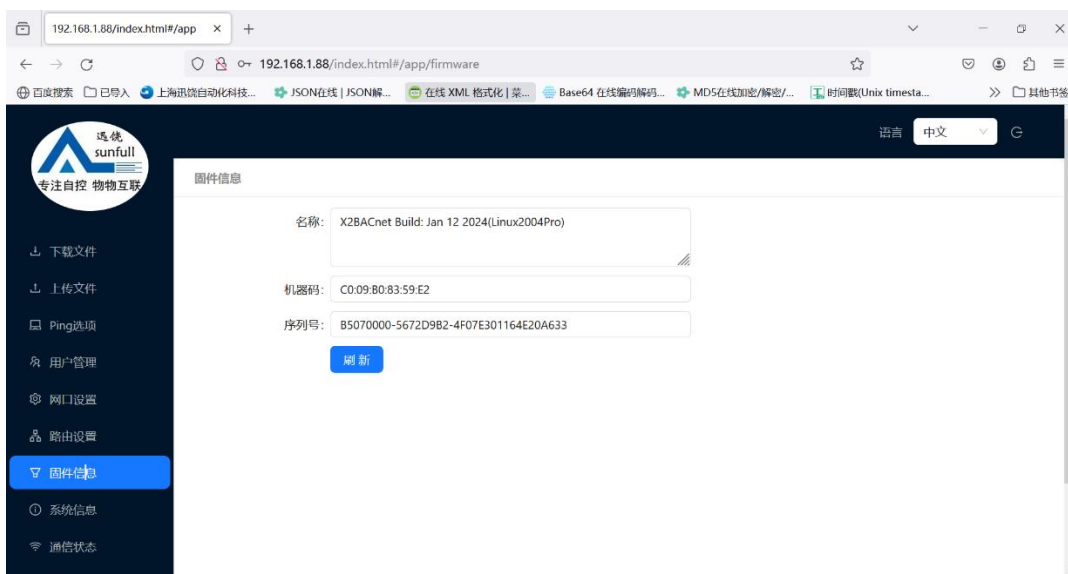

图 4-5-1 固件信息
**固件信息：**固件信息是指用户可以查看当前烧录的固件版本信息、机器码和注册码，如图 4-5-1 所示。